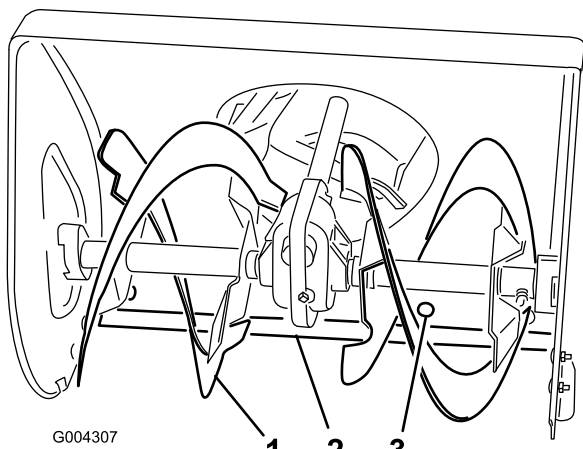

Рисунок 22
4. Поддерживайте отвалы шнека так, чтобы они находились на расстоянии 3 мм от земли (Рисунок 22).
6. Для регулировки скребка ослабьте затяжку 5-ти монтажных винтов (Рисунок 22), задайте уровень скребка и затяните монтажные винты.